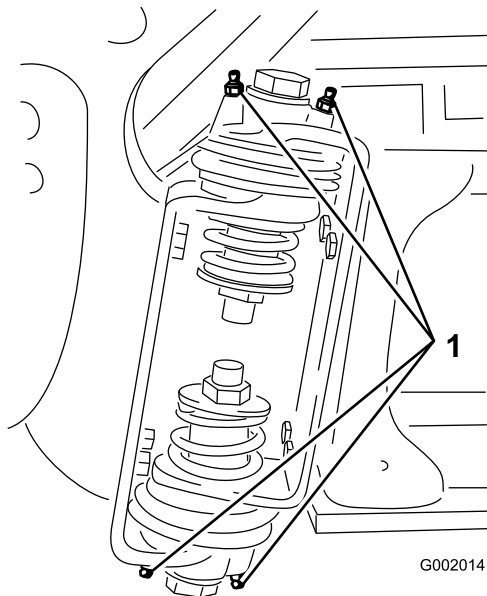

Figura 81
2. Pompate del grasso nel raccordo di ogni cuscinetto o boccola Figura 81.